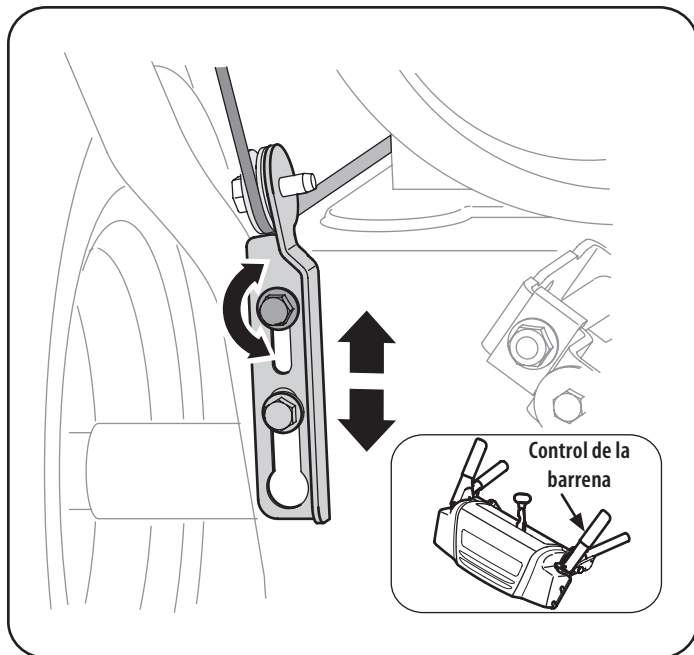

Figura 46
1. El control de la barrena se encuentra en el mango izquierdo. Consulte la Figura 46 el recuadro. Cuando se suelta el control de la barrena y está en posición desengranada arriba, el cable debe tener muy poco juego. NO debe estar tenso.
4. Deje la barrena engranada durante aproximadamente diez (10) segundos antes de soltar el control de la barrena. Repita esta operación varias veces.
8. Ubique la ménsula hacia arriba para brindar más juego (o hacia abajo para aumentar la tensión del cable). Vea la Figura 46.